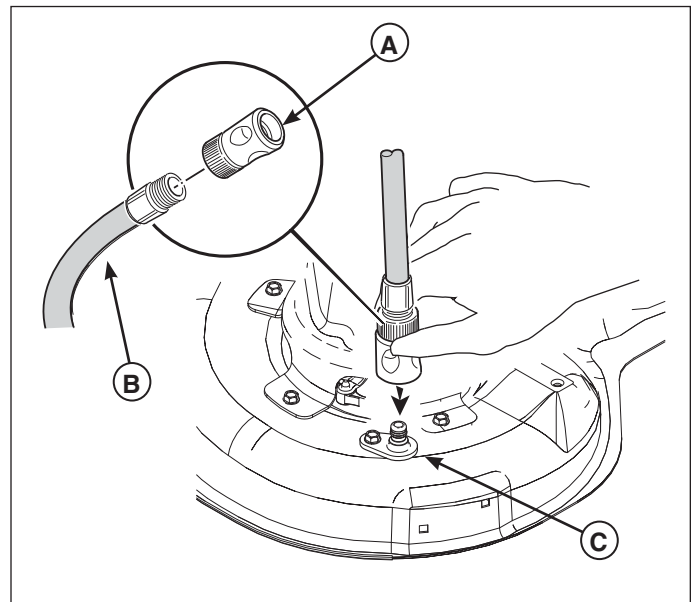

Figura 17
2. Conecte el desconector rápido (A, Figura 17) en la manguera de jardín (B) y conéctela en el puerto de lavado (C) en la plataforma del cortacésped.